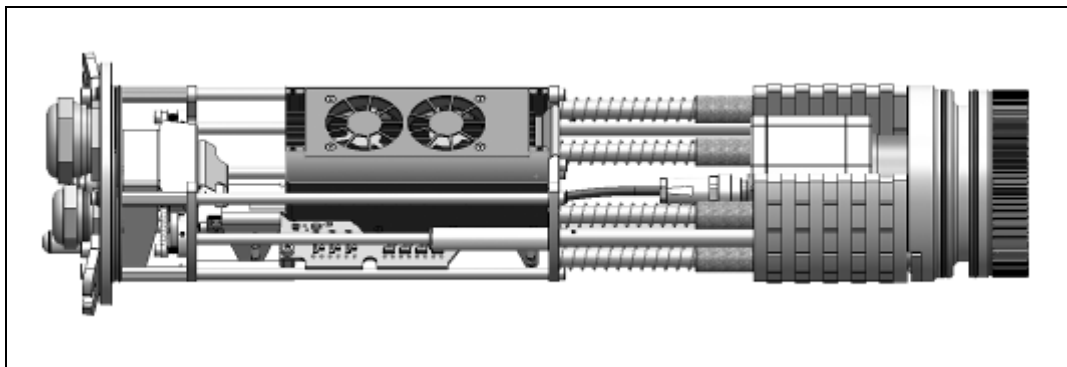

Abbildung 48: Chassis mit PI Kamera, Industrie-PIF und PI NetBox
7. Verbinden Sie im Anschluss die PI Kamera und die PI NetBox mit dem mitgelieferten USB-Kabel und das Industrie-PIF mit der Kamera. Schließen Sie danach den Netzwerkstecker an die PI NetBox an (**Abbildung 48** und **Abbildung 49**).